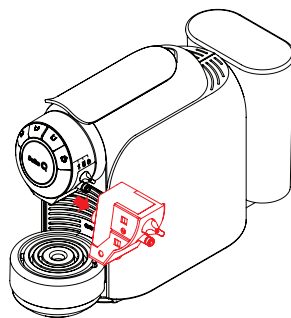

Fig. 32: Desenchaje el sistema de leche.
- A continuación, desenchaje el sistema de leche tirando del conector hacia fuera (ver **Fig. 32**).